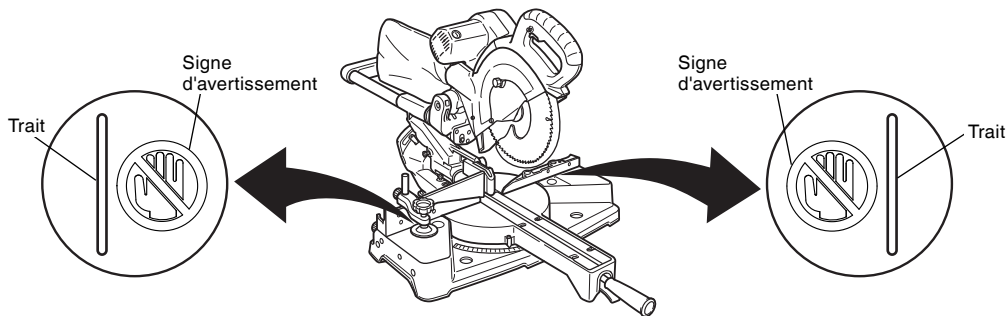

Fig. 22
* Ne jamais amener les membres à l'intérieur de la ligne à côté du signe d'avertissement pendant que l'outil fonctionne. Cela pourrait être dangereux (voir Fig. 22.).